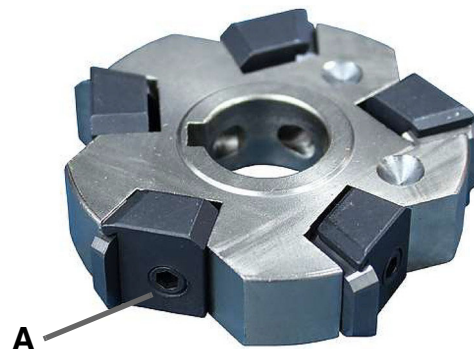

Abb. 14: Schneidplatten entfernen
Schritt 1: Lösen Sie die Halteschraube (Pos.A, Abb.14) und mit einem Inbusschlüssel. Entfernen Sie danach die Schneidplatten.